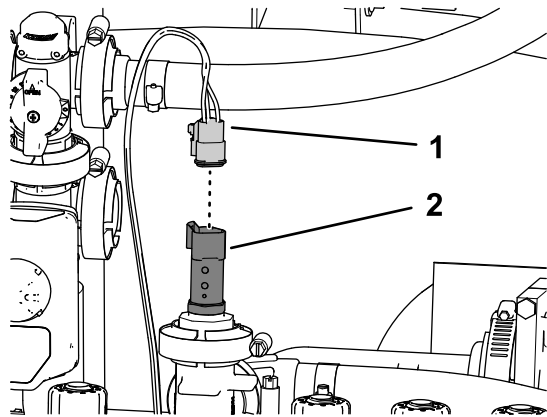

図 133
1. キットのワイヤハーネスの 61cm の枝線の PRESSURE TRANSDUCER GREEN WEDGE というラベル付きの3ソケットコネクタを、水圧トランスデューサの3ピンコネクタに接続する 図 133。